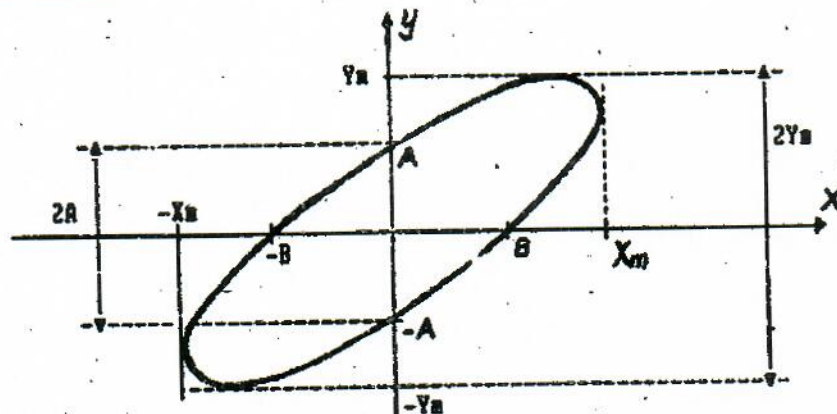

Рис.2. Измерение разности фаз двух синусоидальных сигналов методом эллипса
найдем точки пересечения эллипса с осью ординат (рис.2). Это и соответствует значению $X(t) = 0$. Подставив его в (10), получаем
Таким образом, для определения разности фаз необходимо измерить по осциллограмме (в делениях шкалы экрана осциллографа) величины A и y_m , по их отношению, используя (12), определить $\sin(\varphi)$ и далее по таблице $\arcsin(\varphi)$ или с помощью калькулятора найти угол. Для удобства считывания с экрана осциллографа целесообразно определять удвоенные величины A и y_m (см. рис.2), т.к. при этом меньше сказывается погрешность центровки эллипса на экране.